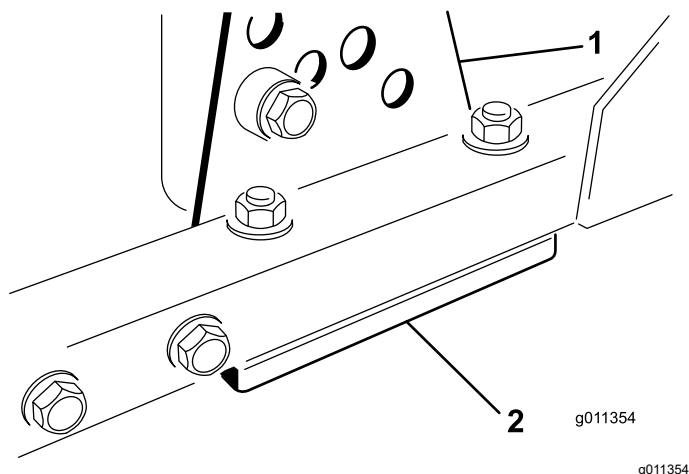

Figura 83
1. Retire el soporte de altura de corte (delantero, izquierdo o derecho) del bastidor de la unidad de corte (Figura 83).
2. Coloque suplementos de 1,5 mm y/o 0,7 mm entre el bastidor de la unidad de corte y el soporte hasta lograr el ajuste de altura deseado (Figura 83).